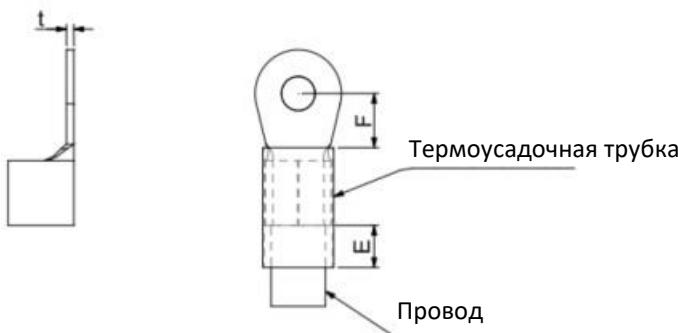

Рис. 2
- После запрессовки кабеля в кольцевой наконечник открытые части соединения необходимо закрыть термоусадочной трубкой с изолирующей способностью до 600В переменного тока. См. рисунок 2.